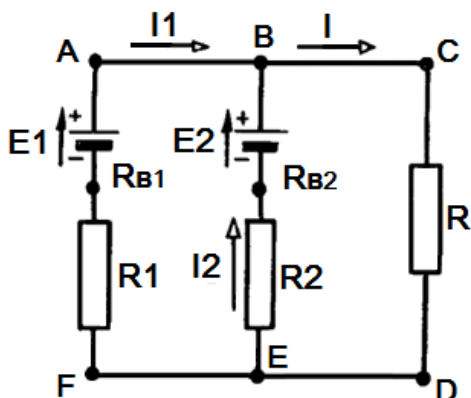

Рис. 1.34. Схема к заданию 3
**Задание 3.** Определить токи  $I$ ,  $I_1$ ,  $I_2$  в цепи, если  $E_1 = 120$  В,  $E_2 = 119$  В,  $R_{B1} = 0,6$  Ом,  $R_{B2} = 0,3$  Ом,  $R_1 = 4,4$  Ом,  $R_2 = 2,7$  Ом,  $R = 22$  Ом (рис. 1.34).